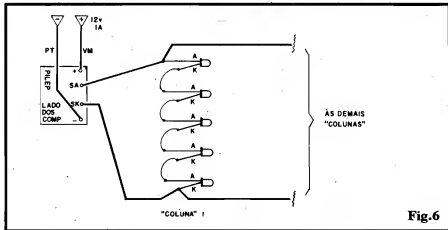

Fig. 6
- FIG. 6 - CONEXÕES EXTERNAS À PLACA - Ainda vista pelo lado não cobreado (só que agora, para "descomplicar" o visual, os componentes da própria placa não são mostrados...), temos a placa com suas simples conexões externas. Atenção à polaridade da alimentação (é sempre bom codificar os fios com as cores **preta** para o **negativo** e **vermelha** para o **positivo**...) e à identificação para as ligações dos anodos (SA) e ca-